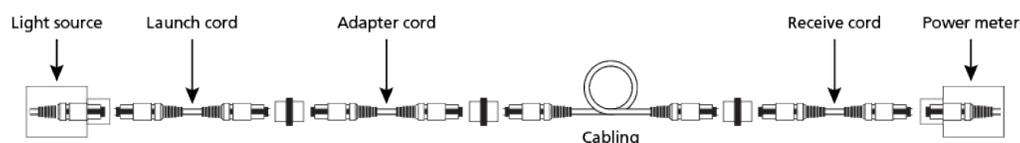

Abbildung 12. Messen Sie die Dämpfung der Verkabelung
6. Schließen Sie das Vorlaufkabel, das Adapterkabel und die Empfangsleitung an die zu testende Verkabelung an (s. Abbildung 12).